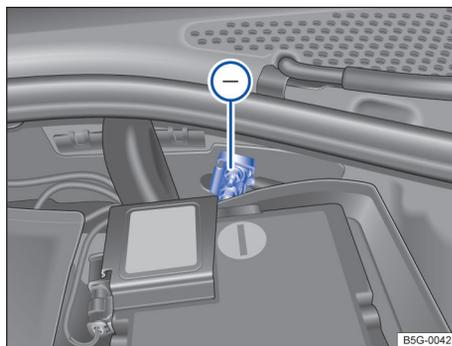

图 203 用于充电器负极连接的接地点
- 将黑色电缆的另一端  连接到无电蓄电池汽车发动机缸体上的螺栓连接金属部件上或发动机舱内的连接点上→图 203，连接点必须尽可能远离无电蓄电池 。
在利用外接电源对车辆蓄电池充电时，请勿将充电器的负极接在蓄电池的负极上，必须连接到发动机壳体上或发动机机舱内的接地点处→图 203。